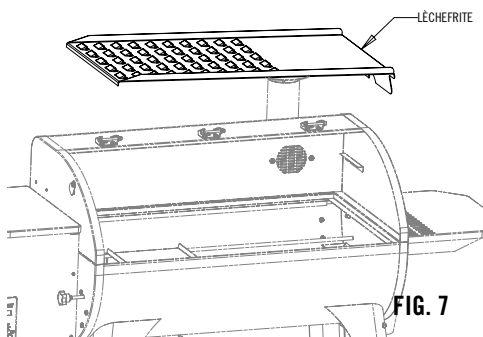

FIG. 7
- Monter la lèche-frite comme indiqué aux Fig. 7 et 8.